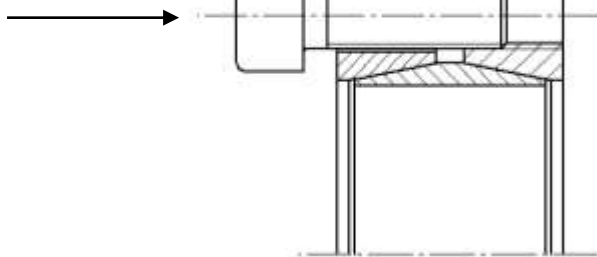

Bild 4) Lösen des hinteren Druckringes
- Entspannt der hintere Druckring nicht selbsttätig, so kann das Lösen durch Druck oder leichte Schläge auf die Schraubenköpfe (siehe Bild 4) erfolgen.